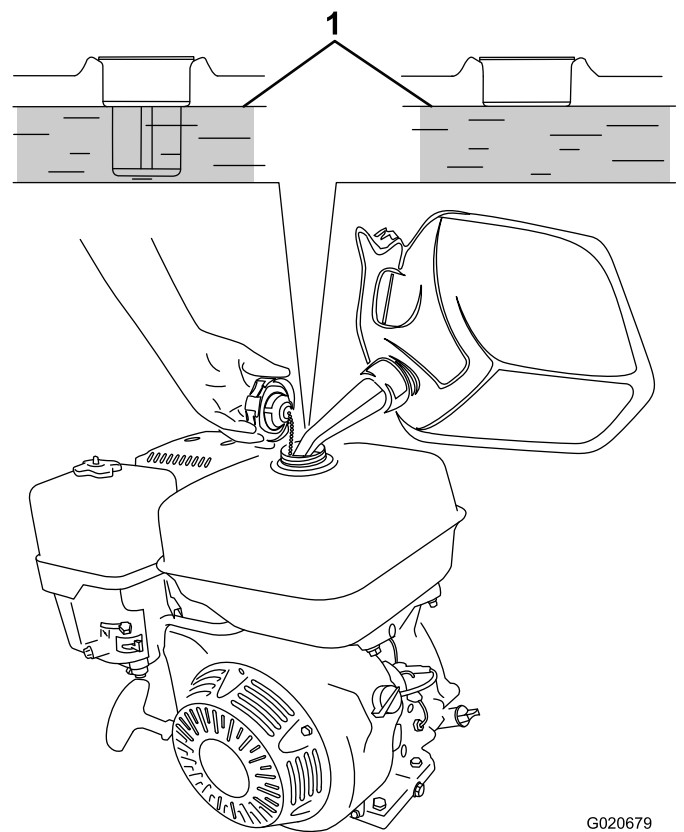

Figura 12
3. Limpie alrededor del tapón del depósito de combustible y retírelo (Figura 12).
4. Añada combustible sin plomo al depósito de combustible hasta que el nivel llegue al borde inferior del nivel máximo de combustible (Figura 12).